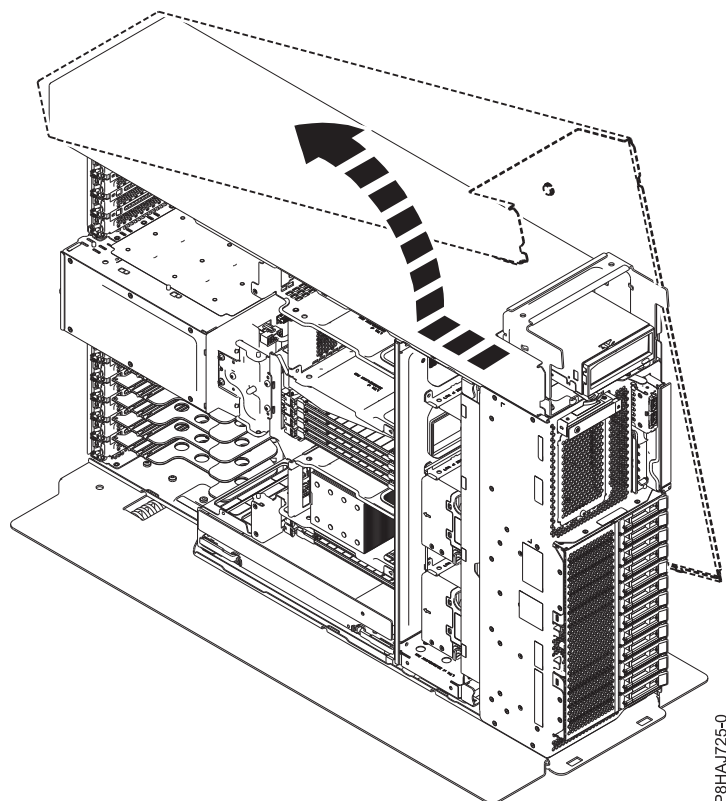

図 30. 8286-41A のサイド・カバーの取り外し
5. サイド・カバーを、図 30 に示されている方向へスライドさせて、システムから外します。